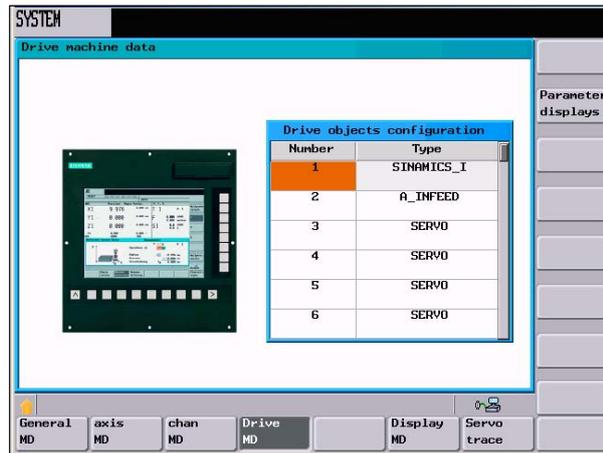

Fig. 9-8 SINAMICS in 802D con azionamenti configurati
- Ora i dati macchina azionamento sono memorizzati su ROM. Gli azionamenti compaiono nella configurazione (vedere la fig. 9-8)